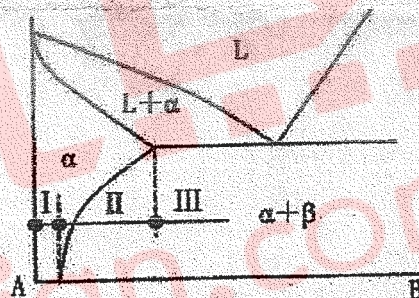

图 1 — 【一 (5) 题图】
1.  $\gamma$ -Fe 的晶格常数为  $a$ , 其晶胞的原子数为 (1), 原子半径为 (2), 配位数是 (3) 个, 致密度为 (4)。
2. 位错的运动包括滑移和攀移, 其中位错滑移的滑移面是由 (5) 和 (6) 所构成的平面, 刃型位错的滑移面有 (7) 个, 螺型位错的滑移面有 (8) 个。
3. 金属结晶的热力学条件是 (9), 动力学条件是 (10)。
4. 冷深冲件出现“制耳”现象是由于原板材在轧制时组织中出现了 (11)。
5. 右图 (图 1) 为二元合金相图, 在合金 I、II、III 中铸造性能好的合金是第 (12) 类合金, 压力加工性能好的合金是第 (13) 类合金, 能够进行热处理强化的合金是第 (14) 类合金。
6. 固态金属中原子扩散的驱动力是 (15), 再结晶的驱动力是 (16)、晶粒长大过程的驱动力是 (17)。
7. 在正的温度梯度下, 光滑界面结构晶体的生长形态呈 (18) 状; 而粗糙界面晶体的生长形态呈 (19) 状, 在负的温度梯度下, 不管是光滑界面结构还是粗糙界面晶体的生长形态均呈 (20) 状。